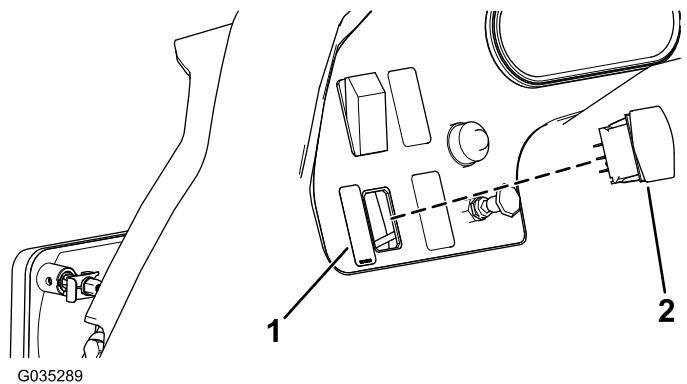

Figure 8
2. Insérez l'interrupteur à bascule dans l'ouverture et appliquez l'autocollant des projecteurs de travail à gauche de l'interrupteur (Figure 8).